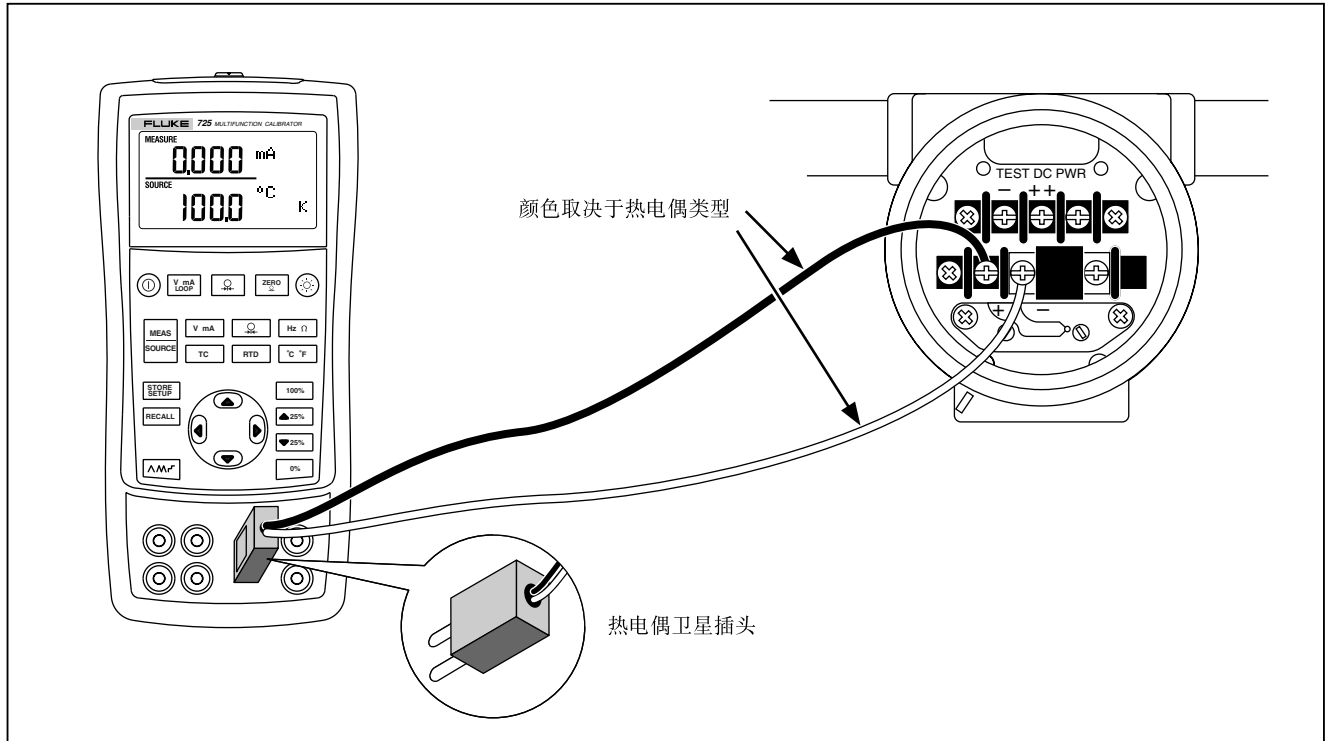

图 16. 模拟热电偶的连接图
用热电偶线和适当的热电偶小接头（有极性，触点片的中心到中心距离为7.9毫米 [0.312 英寸] 将校准仪的热电偶输入/输出端连接到被测试仪表。小插头的一个脚比另一个宽。切勿强制把小插头插入。图 16 是连接图。请根据以下步骤模拟热电偶：
1. 如图 16 所示，把热电偶线接到适当的热电偶小插头上，然后把小插头插到校准仪的TC输入/输出插孔上。